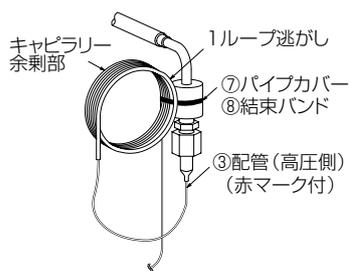

図4
- (6) 高圧側はチェックジョイント部に品⑦パイプカバーを巻き付けて品③配管のキャピラリー余剰部は1ループ逃がして品⑧結束バンドで固定してください。チェックジョイントの向きはユニットによって異なります。（図4）